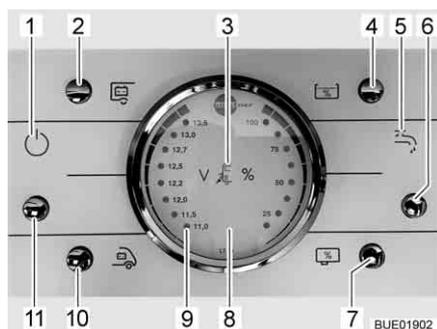

Fig. 167 Panel LT 96
El pulsador (Fig. 167,11) conecta y desconecta el panel y la alimentación de 12 V del habitáculo.
Conectar: ■ Pulsar el pulsador (Fig. 167,11): La alimentación de 12 V del habitáculo está conectada. La luz de control (Fig. 167,1) se enciende.
Desconectar: ■ Pulsar el pulsador (Fig. 167,11): La alimentación de 12 V del habitáculo está desconectada. La luz de control (Fig. 167,1) se apaga.
Observar la escala izquierda del instrumento indicador V/depósito (Fig. 167,8). El instrumento indicador se ilumina automáticamente al accionar el pulsador.
- Pulsar el pulsador (Fig. 167,10): Indica la tensión de la batería del motor de arranque.
- Pulsar el pulsador (Fig. 167,2): Indica la tensión de la batería del habitáculo.
Observar la escala derecha del instrumento indicador V/depósito (Fig. 167,8). El instrumento indicador se ilumina automáticamente al accionar el pulsador.
- Pulsar el pulsador (Fig. 167,4): Indica la cantidad de agua.
- Pulsar el pulsador (Fig. 167,7): Indica la cantidad de aguas residuales.
- Pulsar el pulsador (Fig. 167,6): El suministro de agua está conectado. La luz de control de bomba de agua (Fig. 167,5) está iluminada.
- Pulsar el pulsador (Fig. 167,6): El suministro de agua está desconectado. La luz de control de bomba de agua (Fig. 167,5) se apaga.
La luz roja de "ALARMA" (Fig. 167,9) parpadea en cuanto la tensión de la batería del habitáculo baja de 11 V (medición durante el servicio) y hay peligro de descarga completa.
La luz de control de 12 V (Fig. 167,1) estará iluminada si el pulsador principal de 12 V (Fig. 167,11) está conectado.
Se enciende la luz de control de 230 V (Fig. 167,3) cuando hay tensión de red en la entrada del bloque eléctrico.